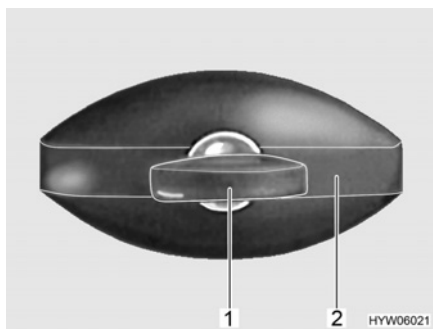

Fig. 21 Serrure du portillon (en forme d'ellipse, fermée)
- Insérer la clé dans le barillet (Fig. 21,1) et la tourner d'un quart de tour dans le sens inverse des aiguilles d'une montre. La poignée de la serrure (Fig. 21,2) ressort.